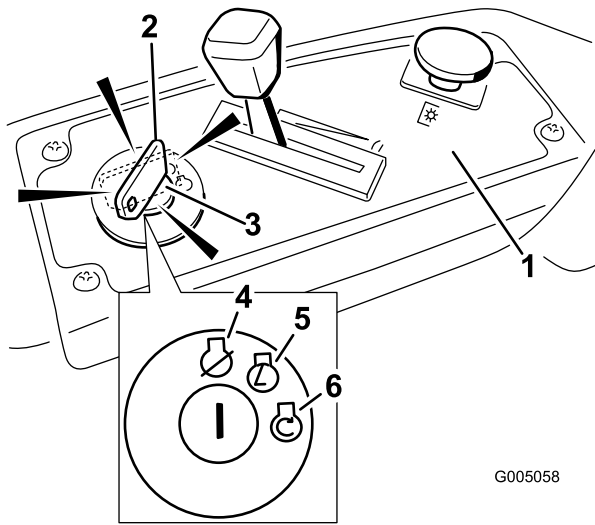

Figura 10
- Mueva la palanca del acelerador a la posición Estárter antes de arrancar el motor si éste está frío (Figura 10).
- Gire la llave de contacto a Arranque para activar el motor de arranque. Cuando el motor arranque, suelte la llave (Figura 10).
5. Cuando el motor arranque, mueva el acelerador a la posición Rápido (Figura 10). Si el motor se cala o funciona irregularmente, vuelva a colocar el acelerador en Estárter durante unos segundos. Luego mueva el acelerador a la posición deseada. Repita este procedimiento tantas veces como sea necesario.
2. Ponga el acelerador a un punto entre Rápido y velocidad media (Figura 10).